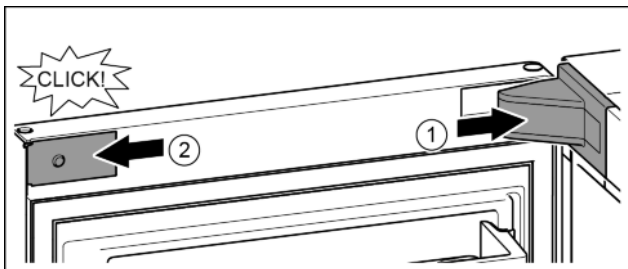

Fig. 21
- ▶ Крышку опорного кронштейна установить и зафиксировать, при необходимости, осторожно разжать. Fig. 21 (1)
- ▶ Установить сбоку накладку и зафиксировать. Fig. 21 (2)